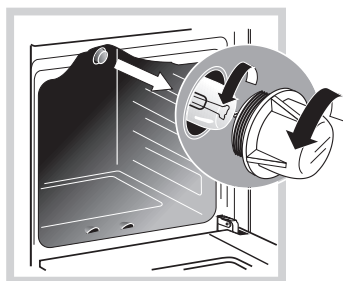

Рис. 13
- Откройте стеклянный плафон (рис.13)